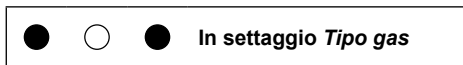

Figura 8.5
- Premere il pulsante di ripristino 6 tante volte (4 volte) fino alla visualizzazione delle spie di segnalazione 3 come in Figura 8.5 (legenda spie Figura 8.2).